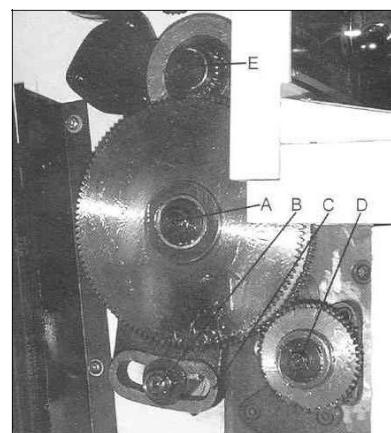

Fig 17
Lösen Sie die Schraube (A, B, Fig 17) und die Mutter (C) um die Räderschere auszuschwenken.